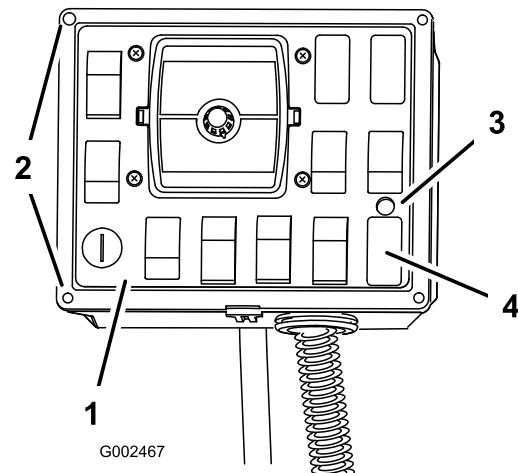

Figure 19
2. Dans la zone juste au-dessus de l'obturateur à l'emplacement de l'interrupteur des rampes soniques, percez un trou de 9,5 mm de diamètre pour monter le voyant (Figure 19).
8. Fixez le couvercle du panneau de commande au boîtier de commande avec les fixations retirées précédemment (Figure 19).